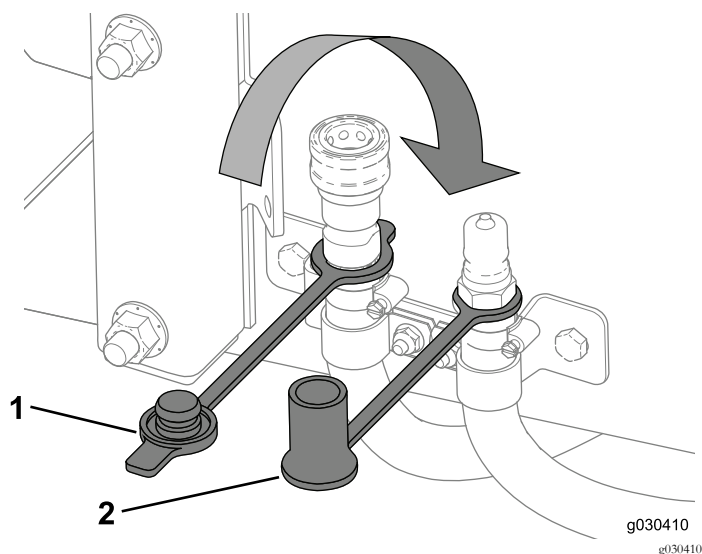

図 64
3. ヒーターホースにダストキャップを取り付ける 図 64。